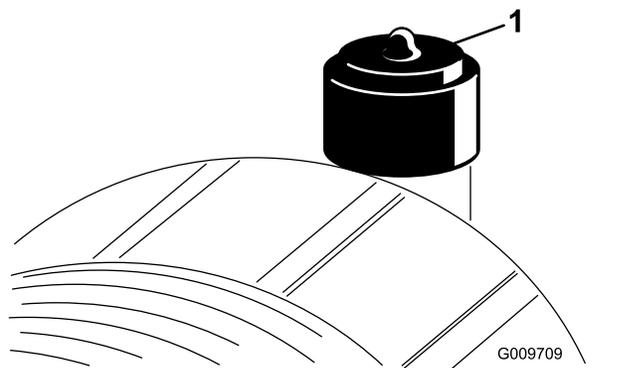

Рисунок 76
Фильтр воздухоочистителя следует обслуживать только при соответствующих показаниях индикатора необходимости технического обслуживания (Рисунок 76). Замена воздушного фильтра без необходимости ведет лишь к повышению вероятности попадания грязи в двигатель при извлечении фильтра.
2. Сбросьте показание индикатора (Рисунок 76) при наличии сигнала красного цвета.